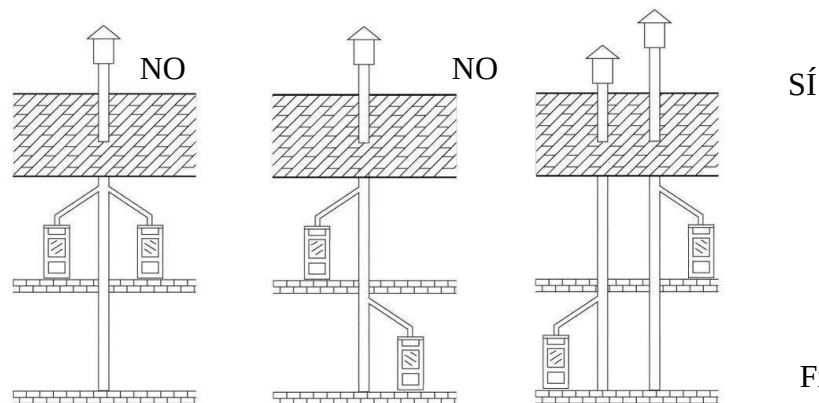

Fig.1
- No deberá estar conectado a ninguna otra chimenea, estufa, caldera, o campana aspirante de ningún tipo (fig.1).